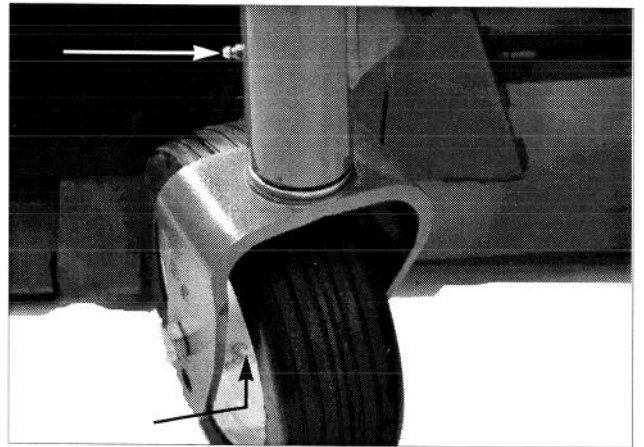
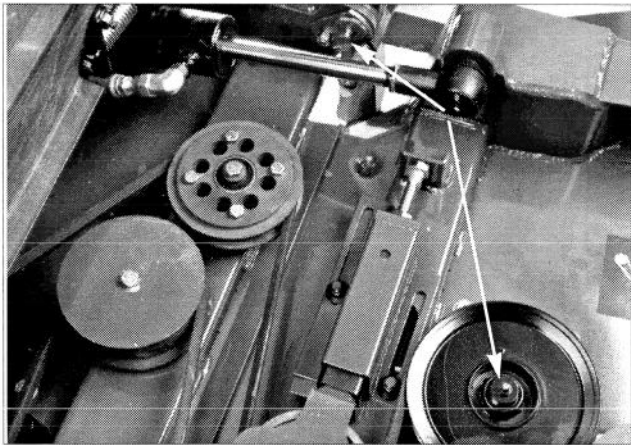
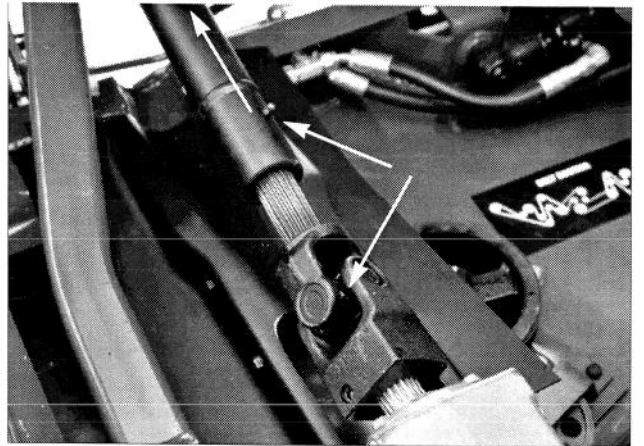

Figure 32
Figure 31
Figure 33
**Unité de coupe** (machines à 2 & 4 roues motrices - axes des lames (7) et axes pivots des unités latérales (4) (Fig. 31); roues pivotantes (6); arbre de fourche pivotante (4) (Fig. 32); joints à rotule des bras de relevage (2) et assemblage de l'arbre de commande prise de force à boîte de vitesse (3) (Fig. 33).